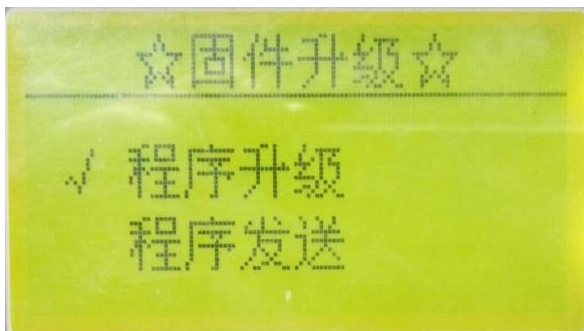
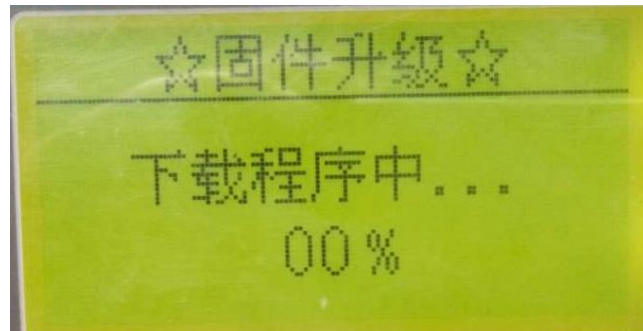

图 2.1
图 2.2
2. 待升级的无线分机：同时按住菜单键和电源键，当看到图 2.1 界面，再按菜单键选择【程序升级】，并按下确认键进入下载程序界面如图 2.2